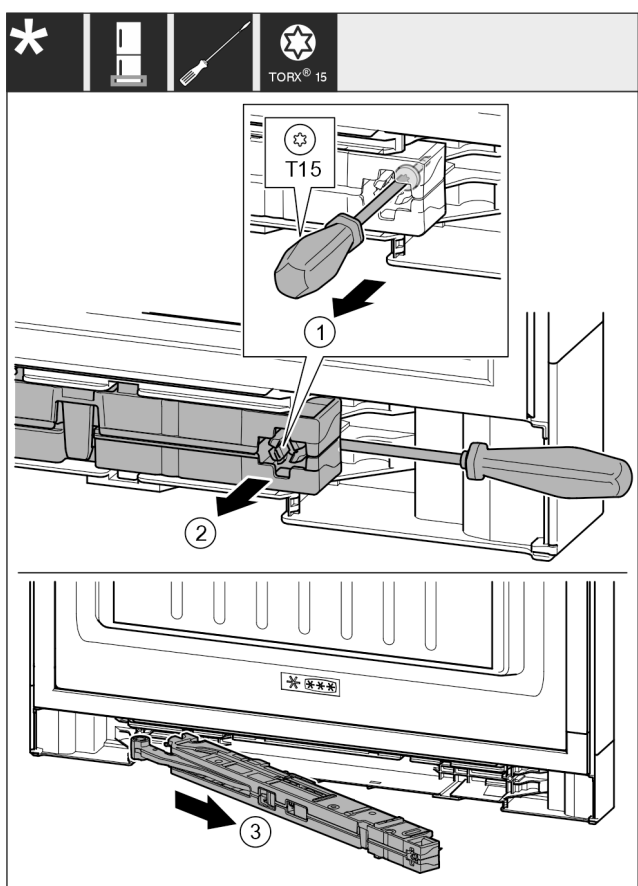

Fig. 17
- 用 T15 螺丝刀将减震器单元上的螺钉松开约 14 mm。Fig. 17 (1)
- 将螺丝刀移向把手侧关门阻尼单元的背面。向前旋转单元。Fig. 17 (2)
- 拉出单元。Fig. 17 (3)